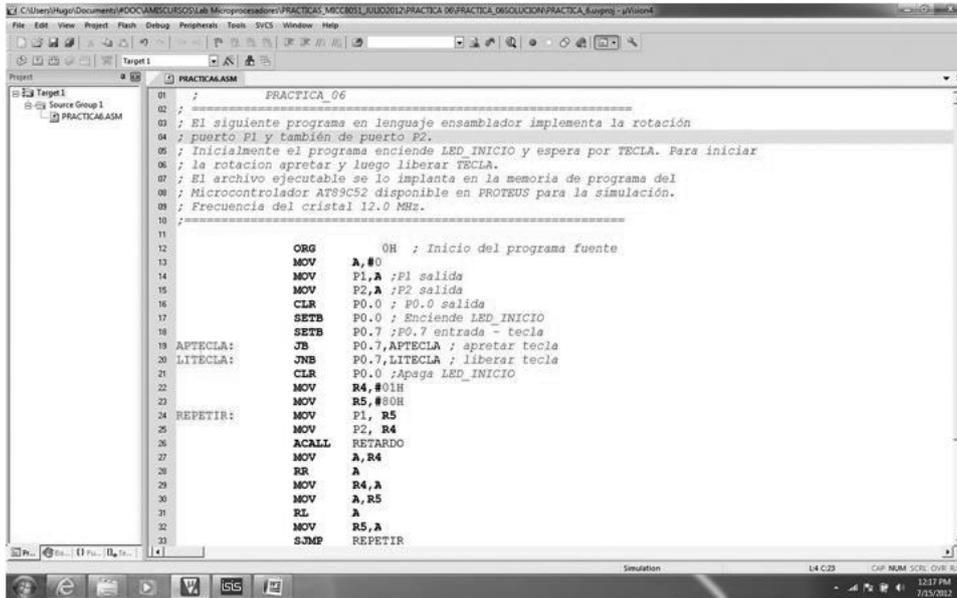

Figura 16.20: Agregar archivos al proyecto. Paso 1
1. En la figura 16.20 se visualiza 'Target 1' en el espacio de trabajo del proyecto. Si no visualiza Target 1 haga clic en la pestaña inferior izquierda símbolo Files en el espacio de trabajo.